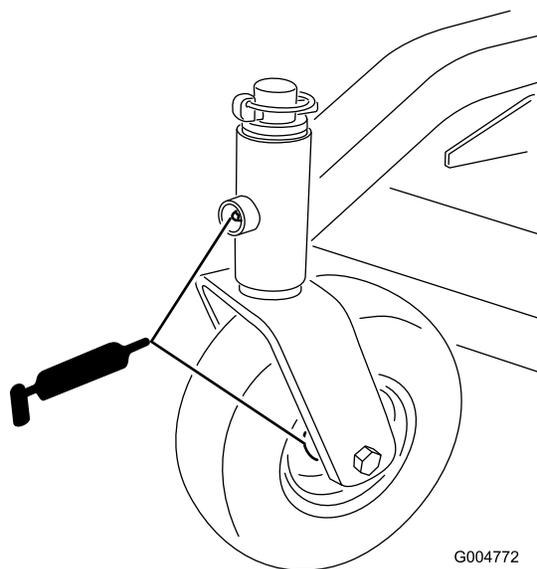

Figure 24
1. Lubrifiez les roulements des roues pivotantes avant ainsi que les pivots avant (Figure 24).
4. Enlevez le chapeau de moyeu de la roue arrière et graissez le roulement (Figure 24).